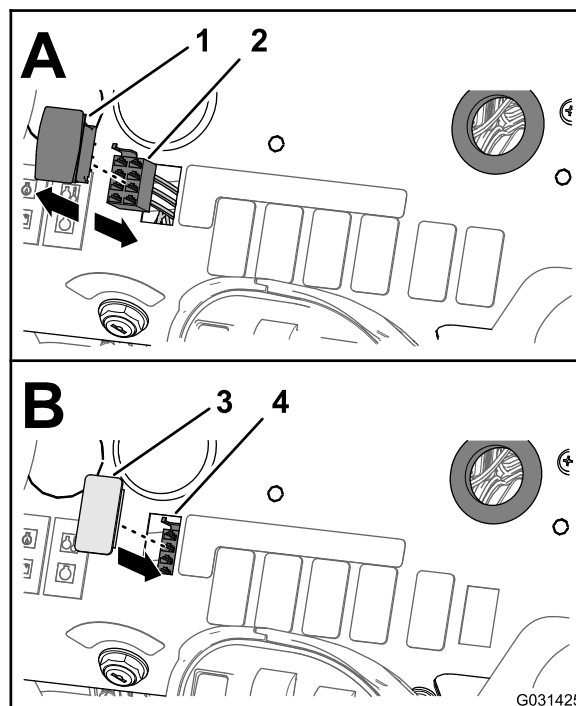

Figura 30
1. Debaixo do painel de instrumentos da máquina, aperte as abas de bloqueio do interruptor de controlo da aplicação e empurre o interruptor de controlo da aplicação para fora do painel de instrumentos (Figura 30).
2. Desligue o conector de 8 tomadas da cablagem dianteira da máquina [rotulado **Rate Switch** (Interruptor da aplicação)] do conector de 8 pinos do interruptor (Figura 30).
4. Alinhe o tampão do interruptor com a abertura no painel de instrumentos de onde retirou o interruptor da aplicação (Figura 30).
5. Insira o tampão do interruptor no painel de instrumentos até o tampão ficar bem preso no painel (Figura 30).